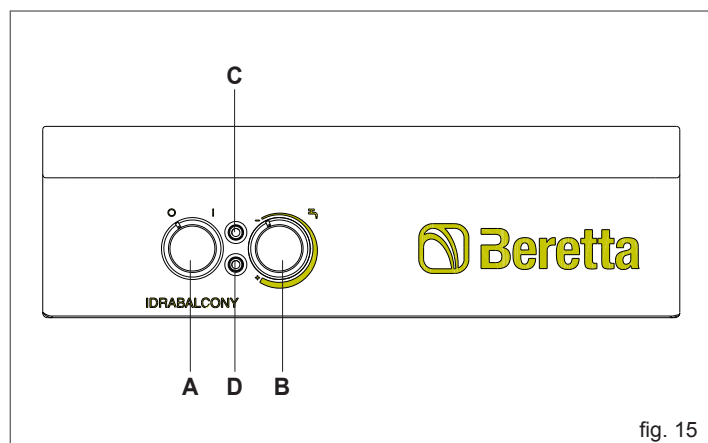

fig. 15
- posizionare l'interruttore generale dell'impianto su "accesso" e verificare il lampeggiare della segnalazione verde (fig. 15 - C)
- posizionare il regolatore di temperatura (fig. 15 - B) a circa 2/3 della rotazione massima se non è già regolato
- ruotare l'interruttore principale (fig. 15 - A) in modo che sia in posizione "I"
- lo scaldabagno effettuerà la fase di avviamento accendendo il bruciatore dopo qualche secondo necessario per un controllo dell'apparecchio, la segnalazione verde (fig. 15 - C) diventa fissa. Alla chiusura del rubinetto dell'acqua, lo scaldabagno si arresterà predisponendosi per l'avviamento successivo.
Lo scaldabagno nel caso vi sia un'anomalia nell'accensione del bruciatore, oppure nel caso sia intervenuto il termostato di sicurezza, effettua un "ARRESTO DI BLOCCO" e si accende la segnalazione rossa (fig. 15 - D) "blocco bruciatore".
Per ripristinare le condizioni di avviamento portare l'interruttore principale (fig. 15 - A) su "O" e poi in "I" (la segnalazione rossa (fig. 15 - D) si spegne).
Se durante il normale funzionamento viene a mancare l'alimentazione elettrica, lo scaldabagno effettua un "ARRESTO DI BLOCCO" (la segnalazione verde, fig. 15 - C, si spegne) e, al ritorno dell'alimentazione elettrica, si riavvia automaticamente.